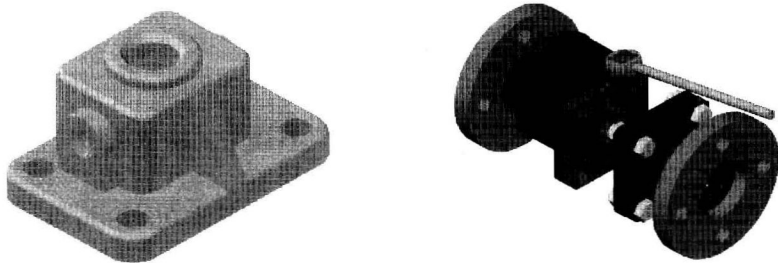

图 1-3 使用 AutoCAD 绘制三维零件图和装配图
- **绘制三维零件图和装配图：**在 AutoCAD 中，不仅可以直接绘制长方体、球体、圆柱体等基本实体，还可以将一些平面图形通过拉伸、旋转等方法转换为三维图形，如图 1-3 左图所示。另外，借助各种三维修改命令，还可以将已绘制好的零件图按照一定关系进行组装，从而得到整个产品的装配图，如图 1-3 右图所示。